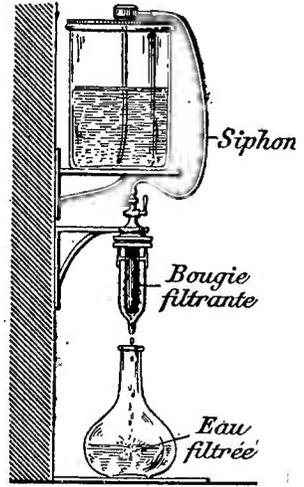

FIG. 47. FILTRE A SIPHON MALLIÉ pour la campagne.
b) **Filtres à porcelaine d'amiante (types filtres Mallié (fig. 47), Garros).** — Les bougies des filtres Mallié et Garros ont une forme analogue à celle des filtres Chamberland, et les filtres eux-mêmes fonctionnent à peu près de la même manière. D'après certains savants, les pores de la porcelaine d'amiante étant très petits cette matière filtrante serait une des plus parfaites.